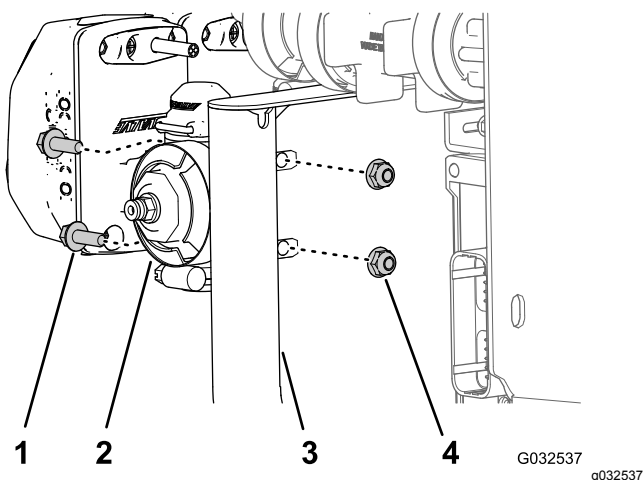

図 92
3. ノズルバルブ10番をバルブマウントに取り付ける 図 92ステップ 2 マニホルドマウントからboomバルブを外す (ページ 26) で取り外したフランジヘッドボルト1/4 x 3/4 インチ2本とフランジロックナット1/4 インチ2個を使用する。